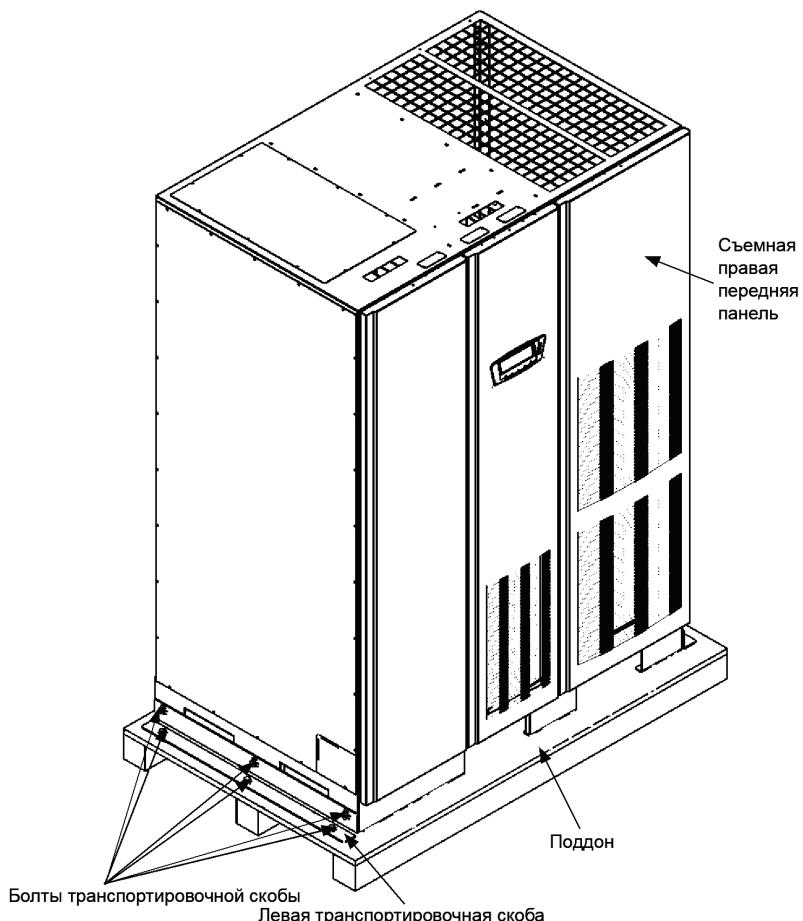
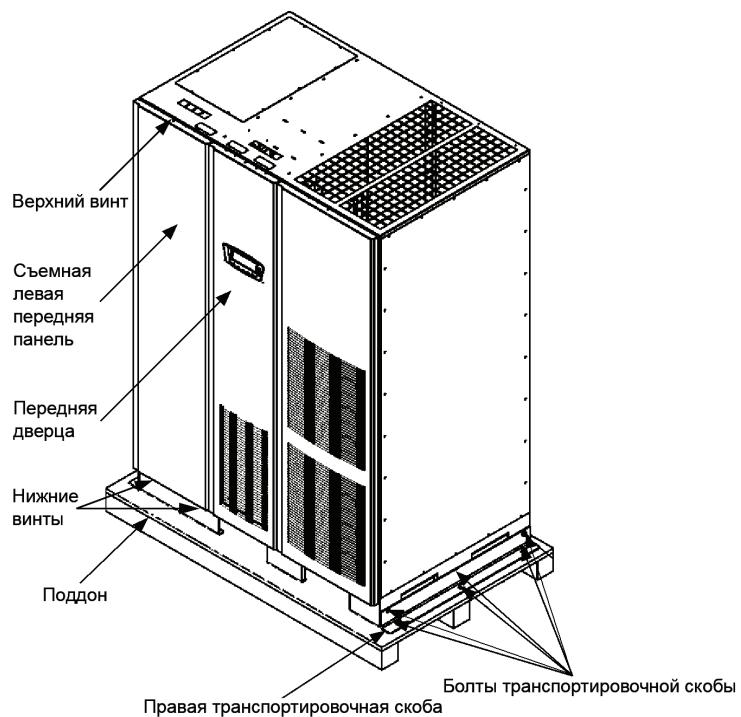

Рис. 4-1. Отсоединение левой транспортировочной скобы
Рис. 4-2. Отсоединение правой транспортировочной скобы
- Извлеките три болта, крепящие левую сторону транспортировочной скобы к шкафу, и три болта, крепящие скобу к поддону (см. Рис. 4-1). Снимите левую транспортировочную скобу. При перманентной установке шкафа сохраните транспортировочную скобу и болты для последующего применения.
3. Извлеките три болта, крепящие правую сторону транспортировочной скобы к шкафу, и три болта, крепящие скобу к поддону (см. Рис. 4-2). Снимите правую транспортировочную скобу. При перманентной установке шкафа сохраните транспортировочную скобу и болты для последующего применения.
9. Используя имеющиеся болты снова прикрепите транспортировочные скобы, снятые в шагах 2-3, с левой и правой стороны шкафа ИБП таким образом, чтобы уголок смотрел наружу (см. Рис. 4-1 и Рис. 4-2).
1. Выкрутите один верхний и два нижних винта, используемые для крепления левой передней панели ИБП (см. Рис. 4-2 на стр. 32). Поднимите панель вверх, чтобы снять ее с кронштейна, расположенного в верхней части шкафа.
2. Откройте защелку на передней дверце и откройте дверцу (см. Рис. 4-2 на стр. 32).
5. Если еще не сделано, выкрутите один верхний и два нижних винта, используемые для крепления левой передней панели ИБП (см. Рис. 4-2 на стр. 32). Поднимите панель вверх, чтобы снять ее с кронштейна, расположенного в верхней части шкафа.